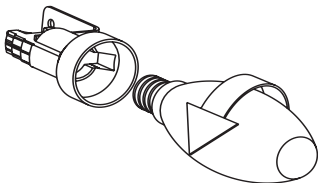

Abb. 11: Kerzenlampe ersetzen
- Entfernen Sie den Aluminium-Kerzenfilter. Entfernen Sie die defekte Lampe und setzen Sie eine Lampe mit den gleichen Werten ein. Abb. 11